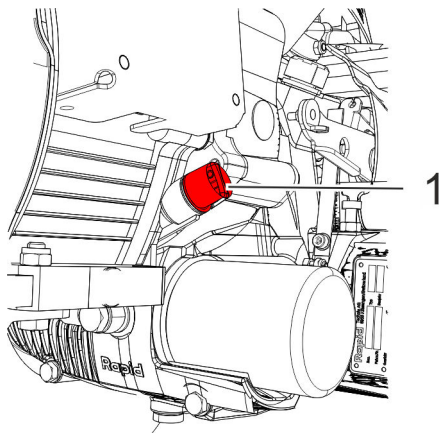

Abb. 51: Motoröl kontrollieren
2. ➤ Einfüllschraube (Abb. 51/1) lösen.
1. ➤ Einfüllschraube (Abb. 51/1) lösen und bei Bedarf vorgeschriebenes Motoröl durch die Einfüllöffnung nachfüllen, bis der Ölstand die Höhe der Einfüllöffnung erreicht.